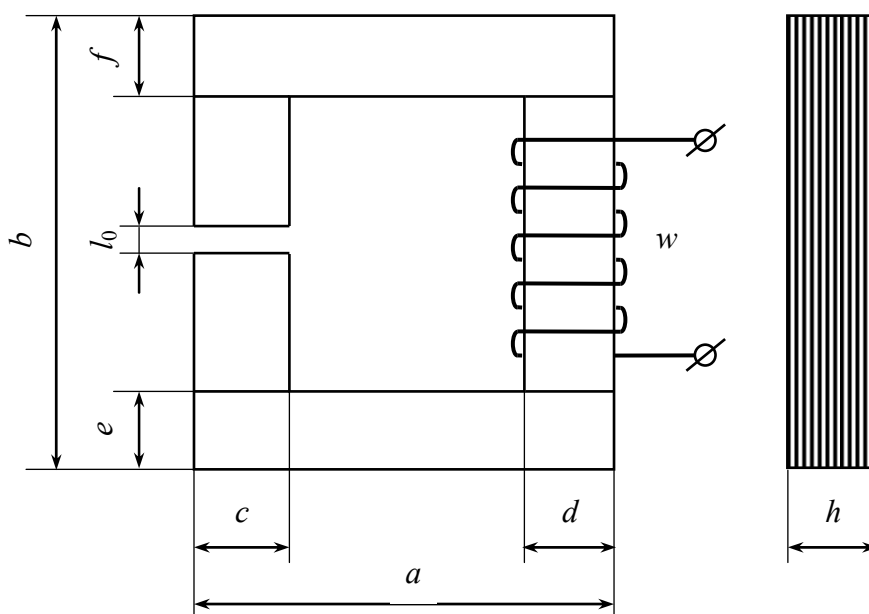

Рис. 11.1. Схема магнитной цепи к практической работе № 11
1. На отдельном листе миллиметровой или клетчатой бумаги вычертить в масштабе эскиз магнитной цепи (рис. 11.1) для своего варианта задания (табл. 11.1). Указать масштаб. Обозначить средние линии магнитопровода на всех его участках.